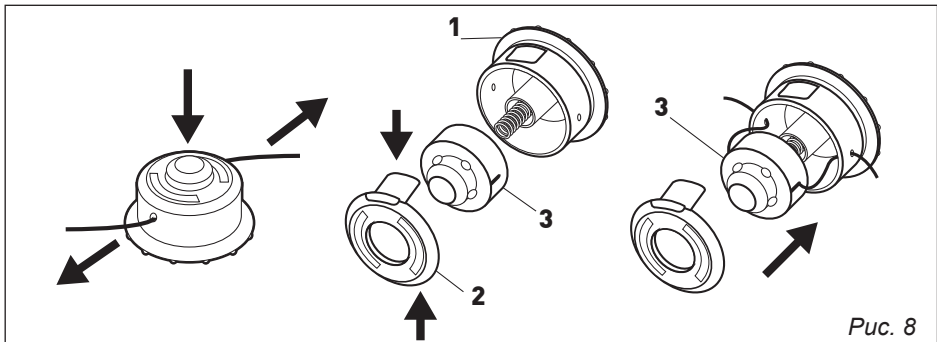

Рис. 8
11. ЗАМЕНА ТРИММЕРНОЙ ЛЕСКИ ДЛЯ TR 400T (рис. 8)